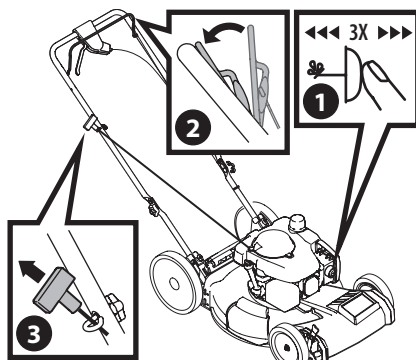

Figure 5
1. Pressez trois fois sur l'amorce et attendez environ deux secondes avant de presser de nouveau (Figure 5). Lorsque la température est inférieure à 10° C (50° F), pressez cinq fois sur l'amorceur. Si le moteur est chaud, il suffit de presser sur l'amorceur une fois, peu importe la température.
3. Tirez sur la poignée du lanceur à rappel jusqu'à ce que vous sentiez une légère résistance, puis tirez rapidement sur la poignée pour faire démarrer le moteur et empêcher la corde de s'enrouler rapidement (Figure 5). Répétez l'opération au besoin.